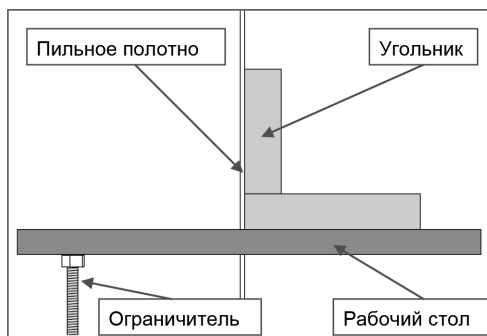

Рис. 22
- Если необходима регулировка, ослабьте контргайку ограничителя и поворачивая ограничитель наклона стола влево или вправо, установите угол между столом и пильным полотном 90° (рис. 22).